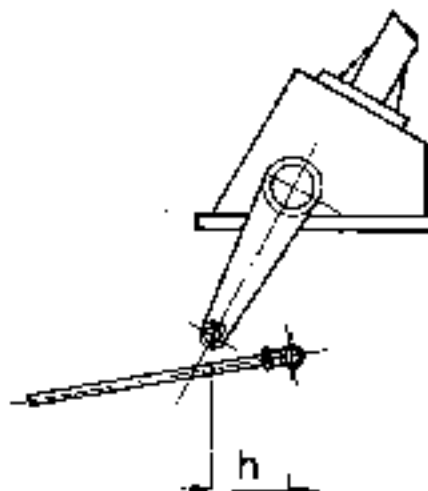

Fig. 154 - Posizione della leva dello sterzo con il volante tutto a destra.
- Misurare, mediante il calibro, la distanza (h) (Fig. 154).